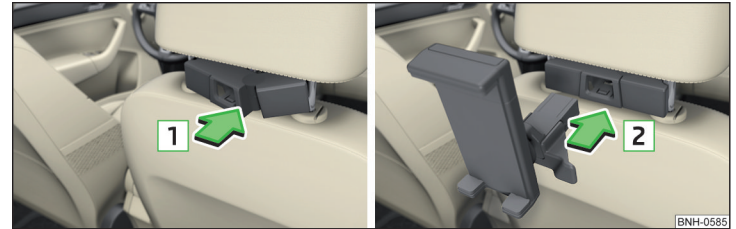

Abb. 84 Adapter anbringen / Halter einbauen
- Den geöffneten Adapter an die Führungsstangen der Kopfstütze vorn ansetzen » Abb. 84.